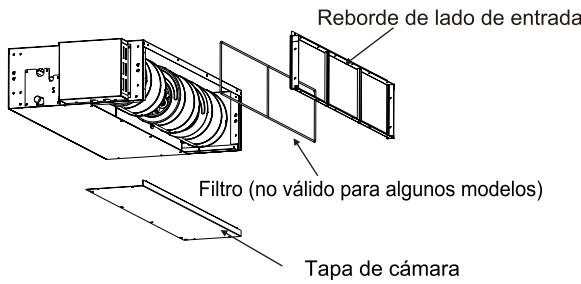
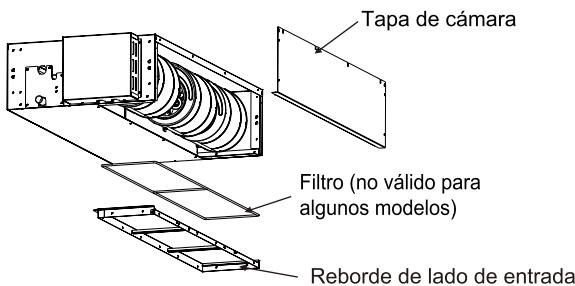

Fig. 3.1.2
Fig. 3.1.3
- Se garantiza un espacio suficiente para el mantenimiento y servicio(ver la Fig.3.1.1,Fig3.1.2)
- (1) Quite la tapa de la cámara.
- (2) Vuelva a colocar el filtro en el lugar que se muestra en la Imagen 3.1.2. Vuelva a colocar la tapa de la cámara en el lugar que se muestra en la Imagen 3.1.3. Refiérase a la Imagen 3.1.3 para la dirección del filtro.